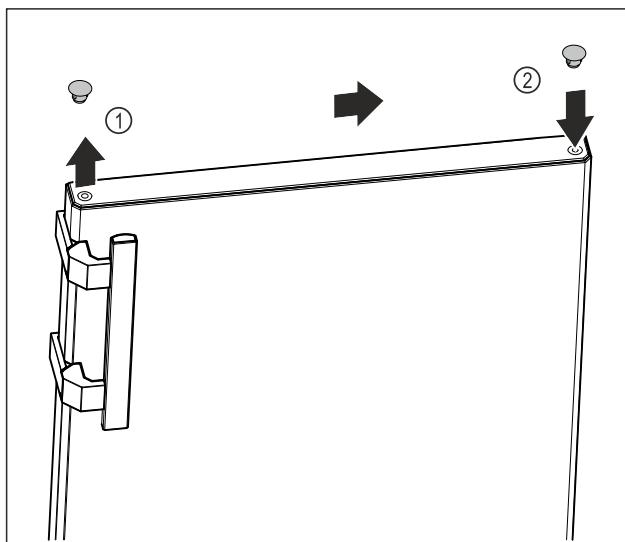

Fig. 9
- Обережно підніміть заглушки у верхній частині дверцят Fig. 9 (1) за допомогою шліцевої викрутки.
- Вставте заглушки з протилежного боку. Fig. 9 (2)